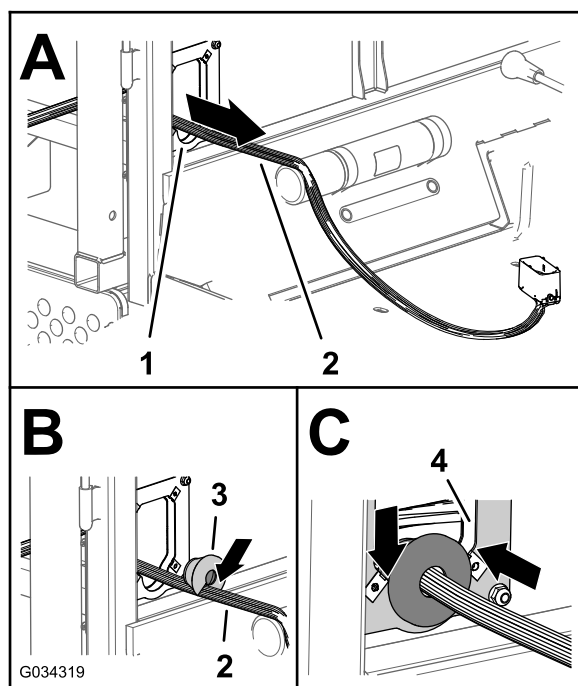

図 9
1. キャブのバッキングプレートに作った開口部から、スプレーヤ用のワイヤハーネスを配設する図9。